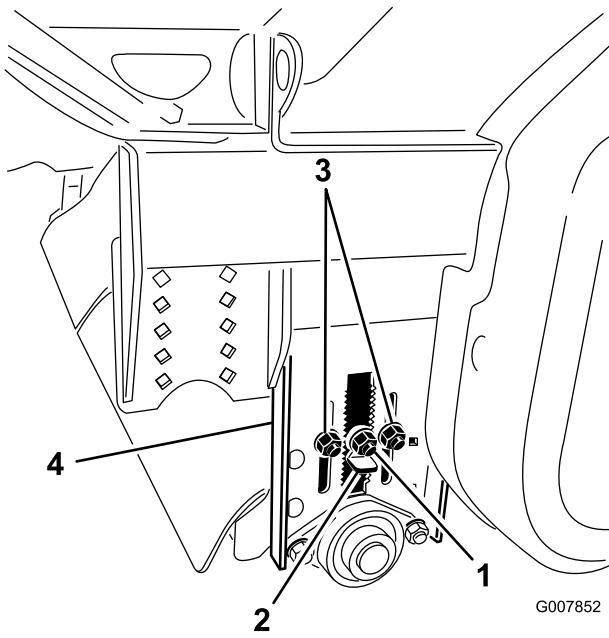

Figura 30
- Antes de nivelar el procesador de terrones, asegúrese de que la altura del cepillo de recogida y el rodillo trasero corresponden con la altura de corte correcta (Figura 30).